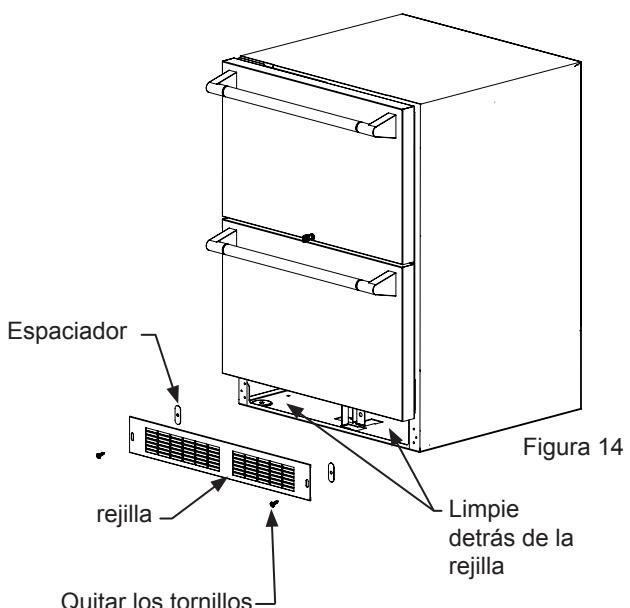

Figura 14
7. Quite la rejilla frontal de protección (vea las Figura 14) y limpie la suciedad y desperdicios de detrás de la unidad mediante un cepillo y una aspiradora.